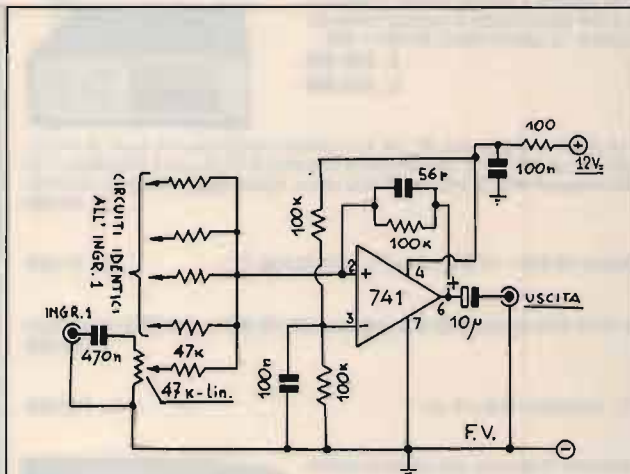

figura 1
Il giovanissimo **Stefano Salustri** di Stradella (PV), studente presso l'Istituto Tecnico, mi richiede il progetto di un semplice mixer audio, da utilizzarsi sia durante la registrazione di nastri che per qualche estemporanea esibizione come disk-jockey festaiolo. Ti accontento subito, caro Stefano, con uno schemino che mi sembra fatto apposta per te: **figura 1**. Si tratta, oltre che di un circuito perfettamente funzionante, di un'interessante applicazione dell'op amp come amplificatore-sommatore in bassa frequenza. È possibile aggiungere tanti ingressi quanti se ne desiderano, replicando ogni volta il circuito condensatore d'accoppiamento/potenziometro di livello schematizzato per il solo INGRESSO 1. Il guadagno dello stadio è dato dal rapporto tra la resistenza di controreazione (100 k) e quella posta in serie al segnale d'ingresso (47 k) ed è